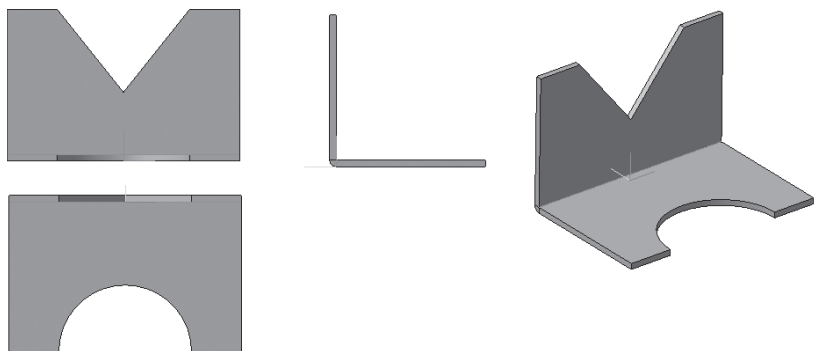

Рис. 409
- сравните полученный результат с чертежом (рис. 409).